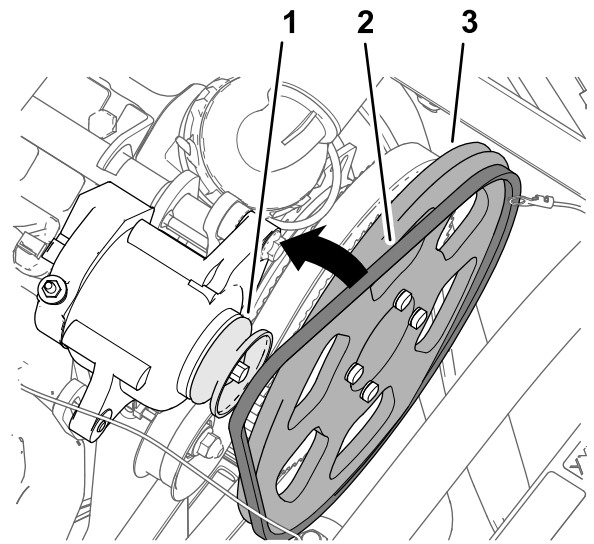

图183
3. 将 V 形带组装到驱动皮带轮 279mm 和交流发电机的皮带轮上 图183。